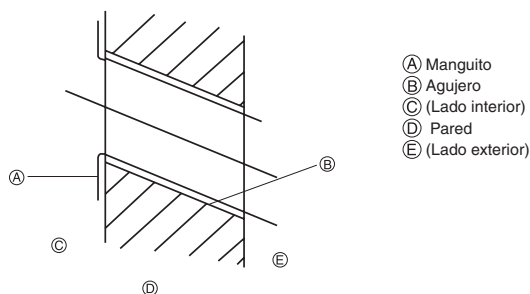

Fig. 3-2
3.1.2. Hacer el agujero para las tuberías (Fig. 3-2)